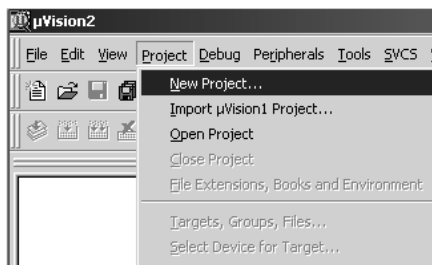
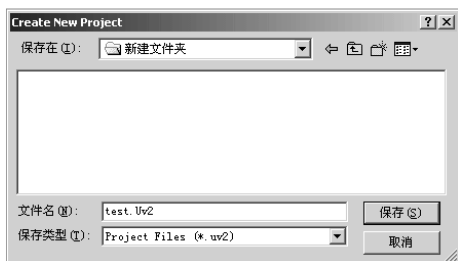
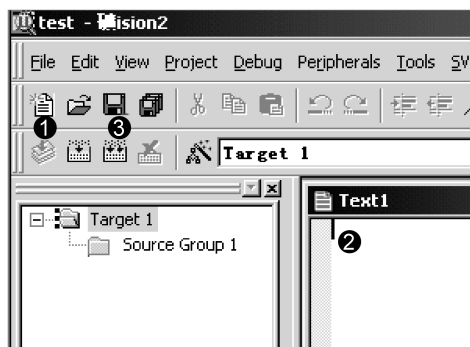
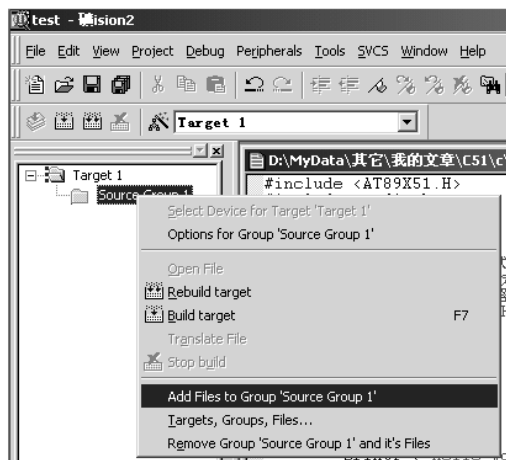

图 1-10 选择“New Project”选项
图 1-11 文件对话框
图 1-13 新建程序文件
图 1-14 把文件加入项目文件组中
(1) 单击“Project”菜单，在弹出的下拉菜单中选择“New Project”选项，如图 1-10 所示。接着弹出一个标准的 Windows 文件对话框（见图 1-11），在“文件名”的文本框中输入第一个 C 语言程序项目名称，这里用“test”，保存后的文件扩展名为 Uv2，这是 KEIL
(3) 先在项目中创建新程序文件或加入旧程序文件。如果没有现成的程序，那么就要新建一个程序文件。KEIL 中有一些程序的 Demo，这里还是以 C 语言程序为例来介绍如何新建一个 C 语言程序及如何将其加到第一个项目中。单击图 1-13 中 1 对应的新建文件快捷按钮，在 2 中出现一个新的文本编辑窗口，这个操作也可以通过单击“File”→“New”菜单或按“Ctrl+N”快捷键来实现。当光标已经出现在文本编辑窗口中时，可以输入程序。下面是经典的一段程序：
(4)单击图 1-13 中 3 对应的功能按钮保存新建的程序，也可以通过单击“File”→“Save”菜单或按“Ctrl+S”快捷键保存程序。因为是新文件所以保存时会弹出类似图 1-11 中的对话框，把第一个程序命名为 Test1.c，保存在项目所在的目录中，这时会发现程序单词有了不同的颜色，这说明 KEIL 的 C 语法检查生效了。如图 1-14 所示，在屏幕左边的“Source Group1”文件夹图标上右击，弹出菜单，在这里可以进行增加或减少项目文件等操作。单击“Add Files to Group 'Source Group 1'”弹出文件窗口，选择刚刚保存的文件，单击“ADD”按钮，关闭对话框，程序文件就加到项目中了。这时在“Source Group1”文件夹图标左边出现一个小“+”号，说明文件组中有了文件，单击它可以展开查看。